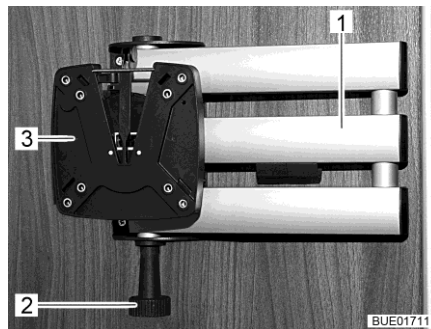

Fig. 90 Support (bras articulé de deux pièces)
- Tirer sur le bouton de déverrouillage (Fig. 90,2). Le bras articulé (Fig. 90,1) est déverrouillé.
- Faire retourner l'écran plat dans sa position initiale jusqu'à ce que le support (Fig. 90,3) s'enclenche de manière audible dans le dispositif de verrouillage.